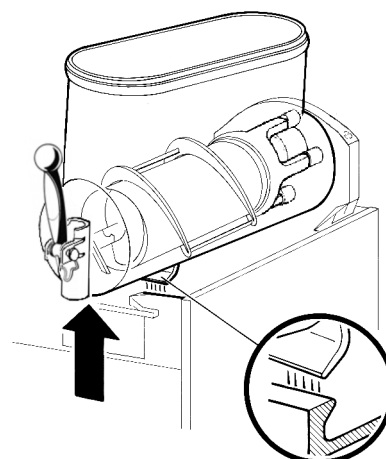

figura 7
- 2 Desmontar el contenedor empujando ligeramente la parte inferior (lado grifo) hacia arriba para dejar libres los ganchos inferiores (ver figura 7) y luego quitarlo por adelante (ver figura